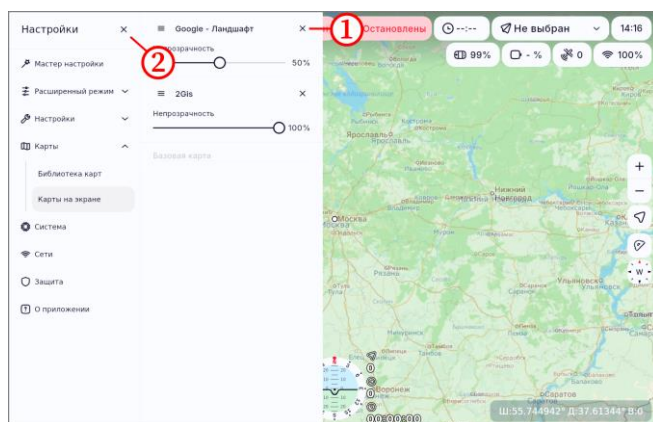

Рисунок 35
- удалить карту «Google - Ландшафт» по нажатию кнопки X (рисунок 35, шаг 1);
- закрыть раздел настроек по нажатию кнопки X (рисунок 35, шаг 2);